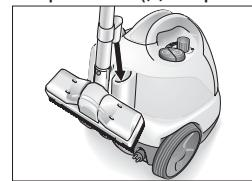

Рис.9: положення зберігання
- Під час невеликої перерви у роботі трубу для видовження з вмонтованим соплом можна поставити у положення зберігання (див. рис. 9).